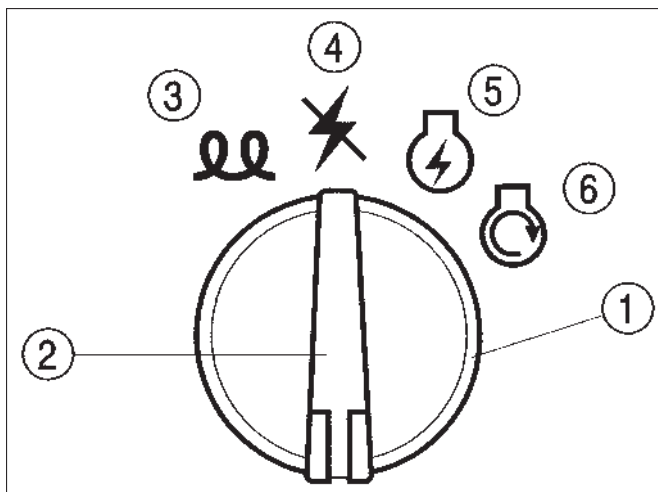

Fig. 7
1.1. Contacteurs à clé (fig. 7)